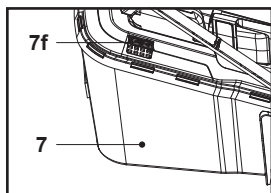

Fig. 13
1. Tant que la trappe (7f) est ouverte, le bac de ramassage (7) peut encore recueillir de l'herbe (Fig. 13).